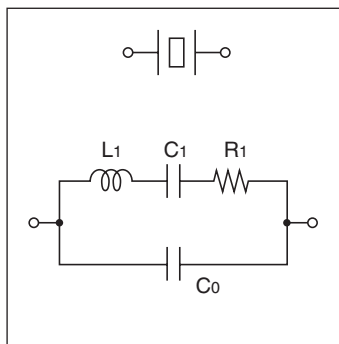
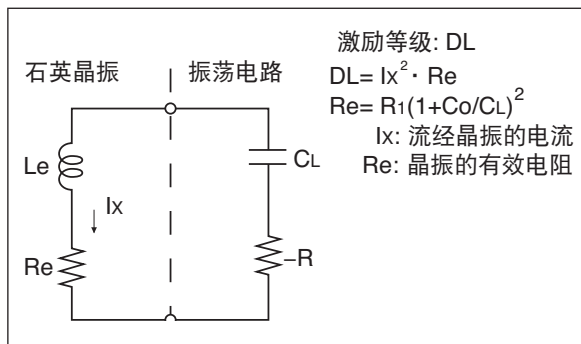

图9 石英晶振的等效电路
图11 晶振与振荡电路之间的关系
- 石英晶振的激励等级可以按照晶振的各种工作状态下的消耗电力,或按照电流的等级来进行表示(参阅图9, 10和图11)。如果利用过大的电力来使晶振工作,有可能产生频率不稳定等特性的恶化,以及导致石英芯片破损的危险。在使用之前,建议进行电路设计时,确认一下所使用的激励等级不超过绝对最大激励等级。